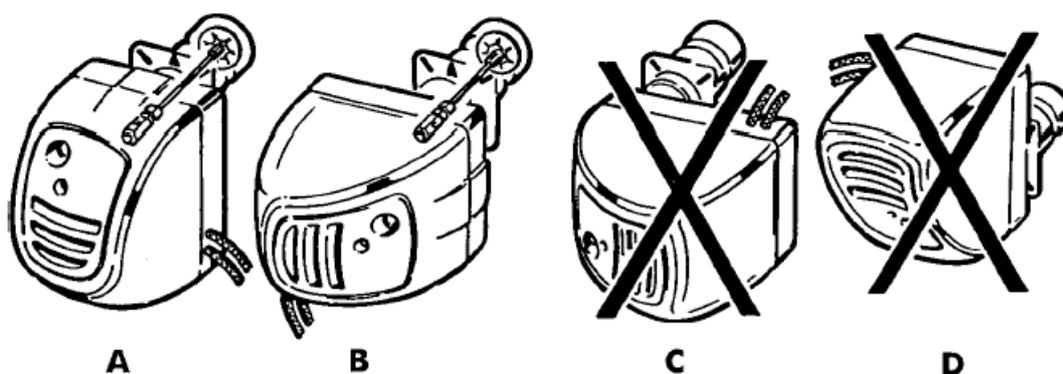

Рис. 11
После подготовки передней части котла с учетом размеров шаблона крепления, указанных на рис. 2, на ней двумя нижними винтами следует закрепить крепежную пластину горелки (8). Убедитесь, что вставлена изолирующая прокладка из комплекта поставки. Установите горелку на крепежной пластине и разместите ее так, как показано на рис. 11 (поз. А и В).